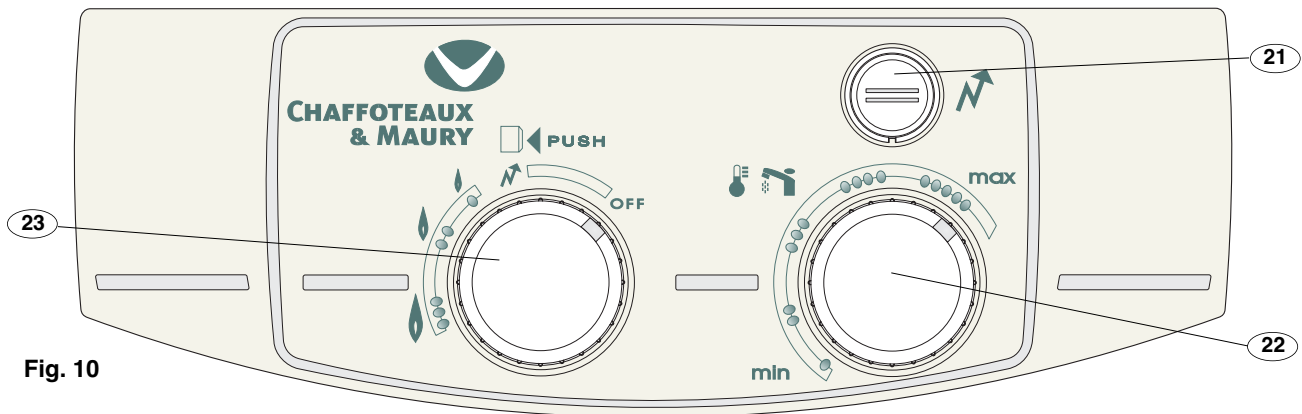

Fig. 10
- Verwijder de knoppen voor het gas (23) en de temperatuurkeuze (22) (Fig.10) door deze naar u toe te trekken
Zet de gasknop (23) in stand "↗" (fig. 10).
Als de waakvlam brandt, houd u de gasknop (23) not een paar secondes in de stand "↗" om de thermokoppel beveiliging in te schakelen waarna u de knop (23) draait in het gebied "↻" tot "↶" (fig. 10).